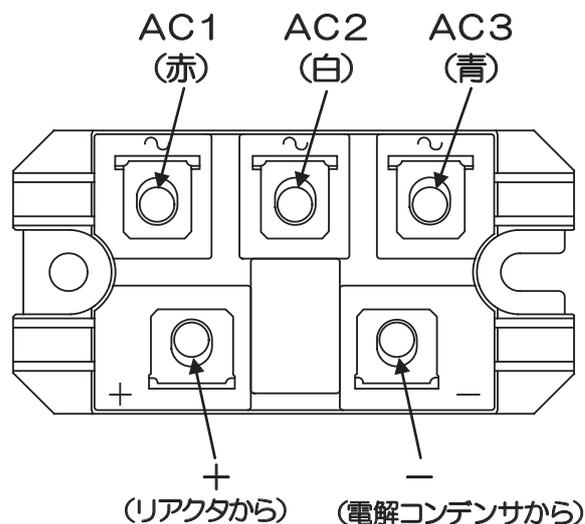

図1 部品配置図
- ダイオードモジュール(AC1, AC2, AC3, +, -)に配線を接続してください。(図1参照)